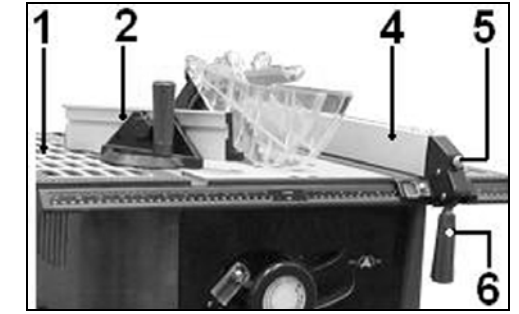

Рис.6.
8.4. Установка параллельного упора и упора для косого и поперечного пиления (Рис.6)
- 8.4.1. Установите упор для косого и поперечного пиления (2) в паз рабочего стола (1), как показано на Рис. 6.